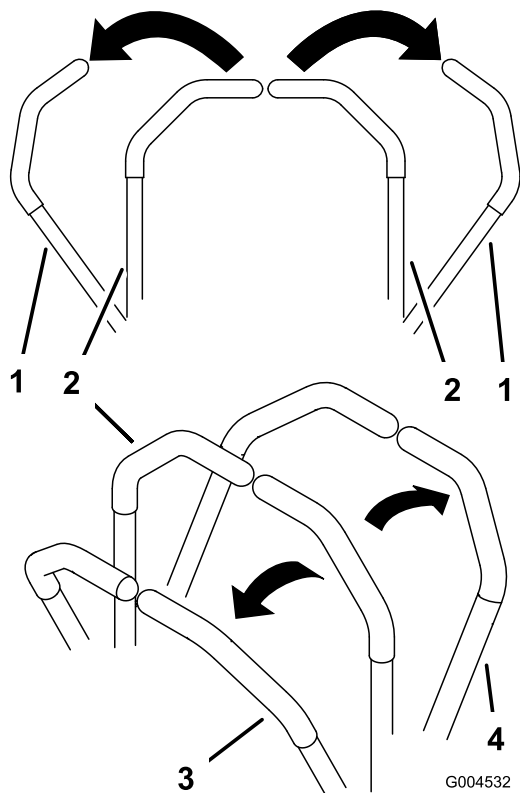

Figure 18
3. Pour vous déplacer en marche avant, poussez doucement les leviers de commande de déplacement vers l'avant (Figure 18).
Pour vous déplacer en ligne droite, appliquez une pression égale sur les deux leviers de déplacement (Figure 18).
Pour tourner, rapprochez du point mort le levier de commande correspondant à la direction que vous voulez prendre (Figure 18).
2. Pour vous déplacer en marche arrière, tirez doucement les leviers en arrière (Figure 18).
Pour tourner, relâchez le levier de commande correspondant à la direction que vous voulez prendre (Figure 18).